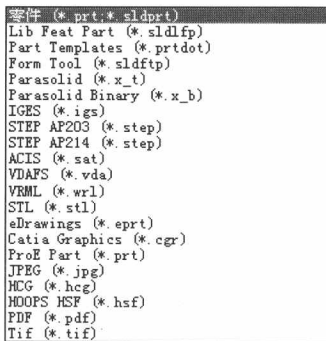

图 1-10 【保存类型】下拉列表
- 保存类型：用于选择所保存文件的类型。通常情况下，在不同的工作模式下，系统会自动设置文件的保存类型。保存类型并不限于 SolidWorks 类型的文件，如\*.sldprt、\*.sldasm 和\*.slddrw，还可以保存为其他类型的文件，从而方便其他软件对其调用并进行编辑。图 1-10 所示为【保存类型】下拉列表，列出了 SolidWorks 可以保存为的文件类型。